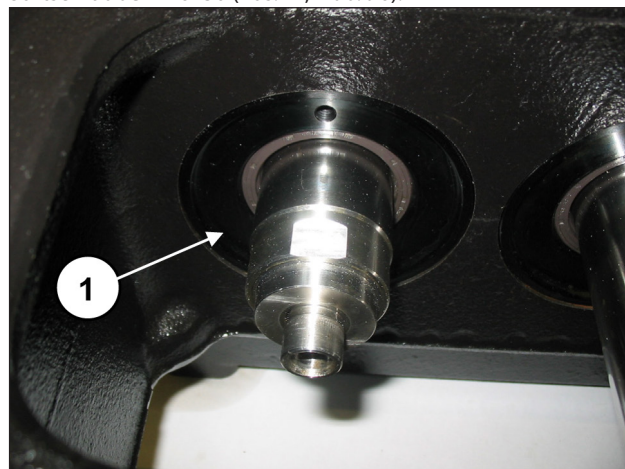
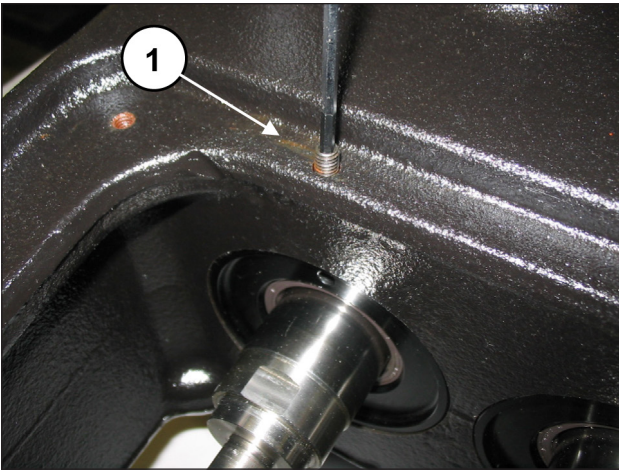

Abb. 95
Abb. 96
Bauen Sie die montierte Gruppe im entsprechenden Gehäusesitz ein, überprüfen Sie den passgerechten Sitz des Deckels (Pos. ①, Abb. 95) und achten Sie darauf, nicht die Dichtlippe des radialen Dichtrings zu beschädigen. Befestigen Sie die zwei Ölabbstreifungs-Deckel anhand von 2 Stiftschrauben M6x30 (Pos. ①, Abb. 96).